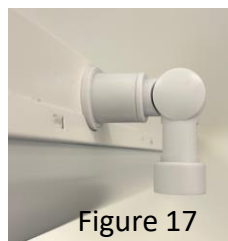

Figure 17
- Vissez le support en L (63909) dans la douille sur le côté du luminaire. Lorsque l'adaptateur est complètement vissé, la base cessera de tourner, mais le support pourra toujours être ajusté pour permettre à l'extrémité du support d'être face au sol (fig. 17). L'angle du support peut également être ajusté si nécessaire en desserrant la vis dans le coude. Une fois les réglages effectués, serrez la vis dans le coude de manière à ce qu'elle soit bien ajustée – ne serrez pas trop car des dommages pourraient survenir.